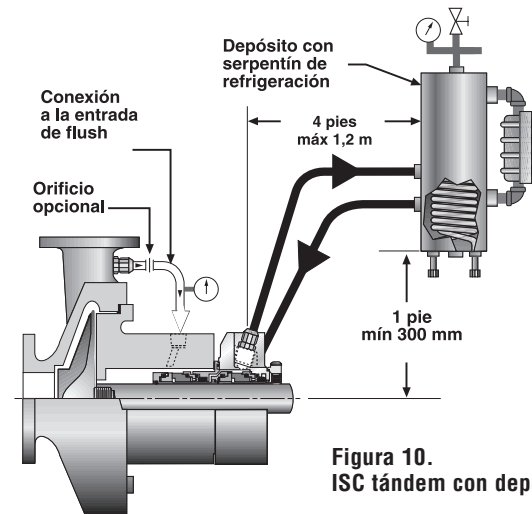

Figura 10.
8.3 Para la operación con cierre doble no presurizada (cierre tándem), suministre un fluido "buffer" limpio al orificio de entrada a una presión por debajo de la de la caja del cierre (Véase figura 10). La presión en la caja del cierre no debe sobrepasar la presión máxima recomendada. Póngase en contacto con Flowserve para información acerca de los requerimientos del fluido "buffer" en base al tamaño del cierre, la temperatura del producto, las características del fluido "buffer" y la velocidad del eje.